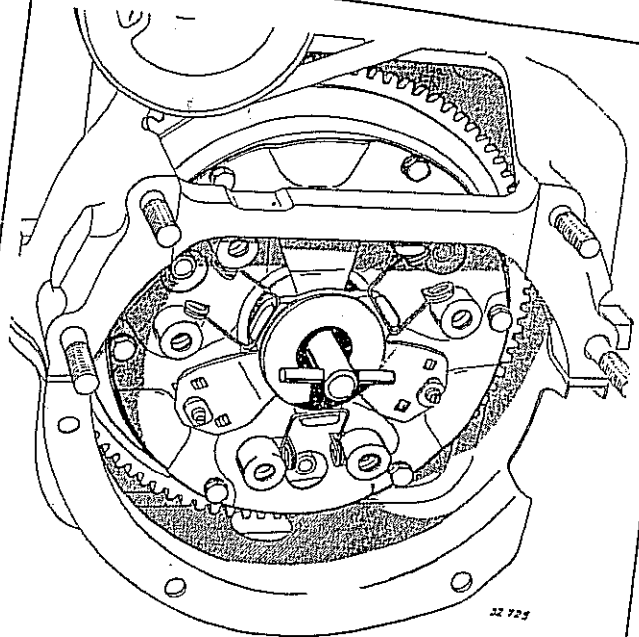

Fig. 140
- 3) Centrar el disco de embrague, empleando la herramienta especial EMB.02 (Fig. 140). Luego colocar los tornillos de fijación con sus correspondientes arandelas grover y apretarlos alternativamente a la torsión de 1,1 mkg (8 pie-lbs).